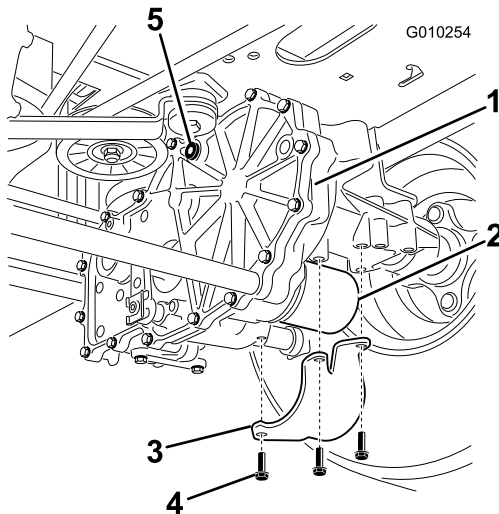

Figura 51
2. Localice el filtro y los protectores de cada sistema de tracción del transeje (Figura 51). Retire los tres tornillos que sujetan el protector del filtro, y retire el protector.